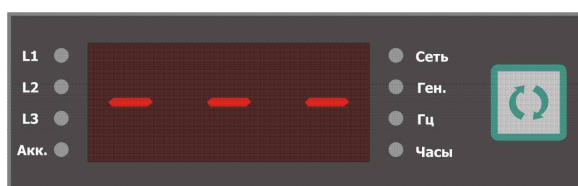

Рис. 5.3. Индикация недопустимого значения
5.3.2 В случае если измеряемый параметр недоступен или находится за пределами диапазона измерения, на LED дисплее отображаются три прочерка «- - -» (рис. 5.3).